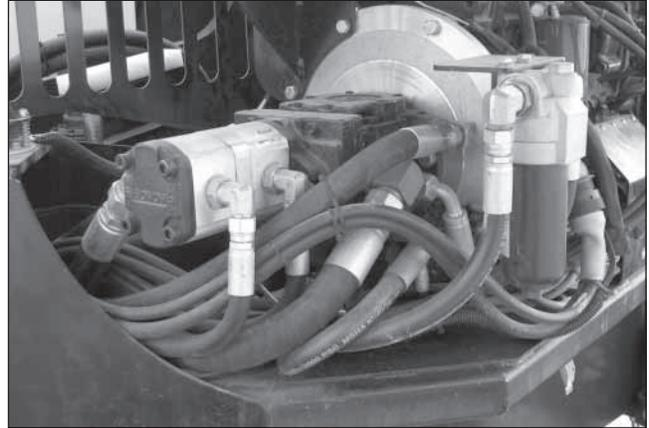

图 7.8 – 软管、硬管和接头
1. 检查所有液压软管、硬管和接头是否磨损、泄漏或损坏(请参见图 7.8)。